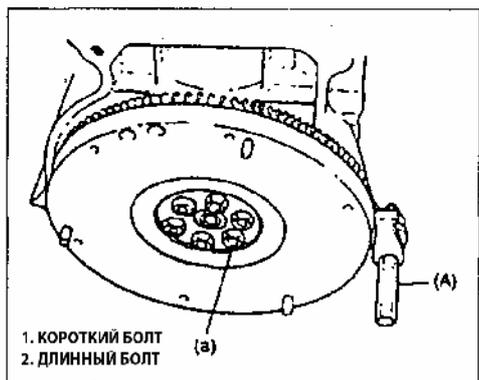

Рис. 176
7) Установите маховик (Рис. 176). Зафиксируйте маховик и затяните болты крепления требуемым моментом. Момент затяжки ( а):  $76 \pm 3$  Нм.